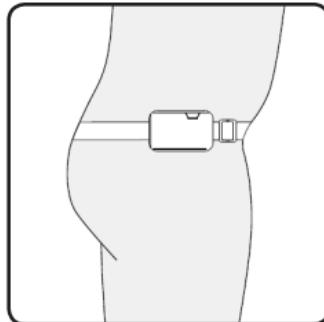

Figura 4: allacciare la cintura sul corpo del paziente e regolarne la larghezza secondo necessità
1. Collocare la cintura attorno alla vita del paziente. Allacciare e regolare la larghezza della cintura secondo necessità (**Figura 4**). La cintura deve essere indossata in modo confortevole per il paziente. La sacca per il TS è collocata al di sopra dell'anca del paziente.